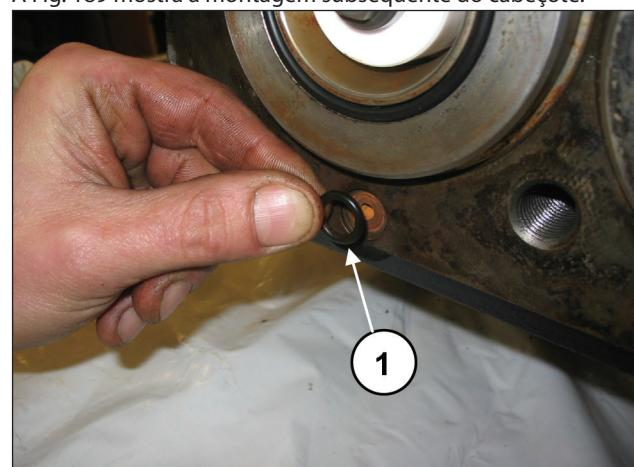

Fig. 188
Monte o O-ring do furo de recirculação (pos. ①, Fig. 188).